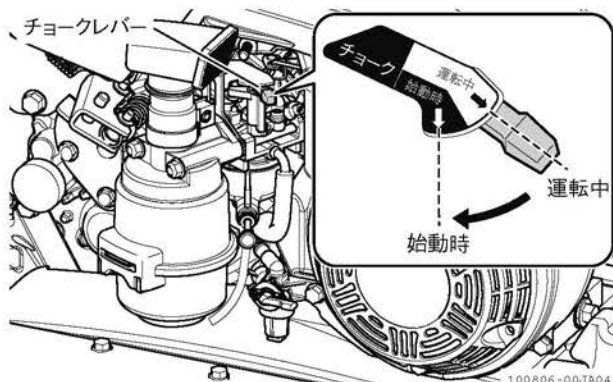

図 2-21 チョークレバー
4. チョークレバーを「始動時」位置にします。（エンジンが冷えている場合のみ）（図 2-21）